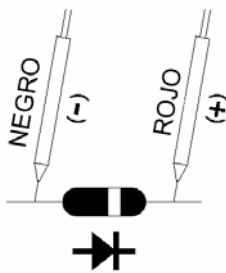

Imagen 3
6. Si se conecta según la **Imagen 3**, se ejecuta una prueba inversa sobre el diodo. Si es correcto, se mostrará “OL” en pantalla. Si es defectuoso, se mostrará “0.000” u otro valor. Para probar un diodo correctamente, deben ejecutarse ambas pruebas aquí descritas en los pasos 5 y 6.